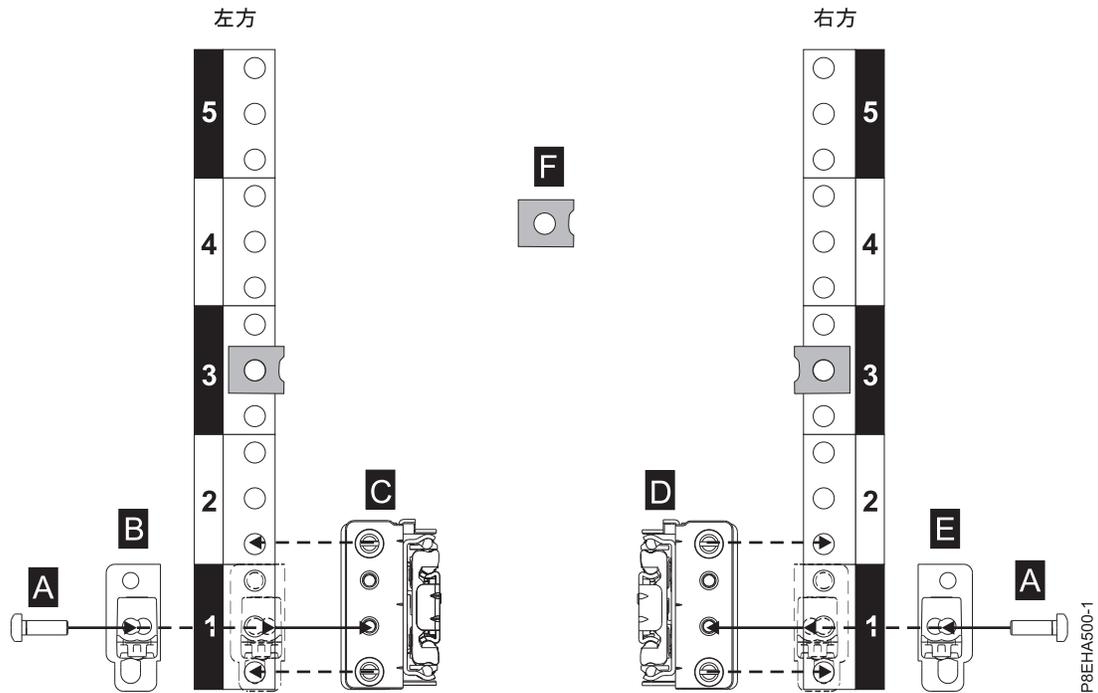

図 4. ラックの前面でのスライド・レールの取り付け
3. ラックの前面に立ち、5 ページの図 4 に示すように、左スライド・レール (C) を、左側の前面と背面のラック EIA 取り付け標準の間に置きます。
6. 図 4 に示すように、スラム・ラッチ・ブラケット (B) を、スライド・レールの前面 EIA スペースを覆うように置きます。
7. T25 六角工具を使用して、図 4 に示すように 1 個の M5 X 16 mm Torx ソケットなべ頭ねじ (A) を EIA ラック単位の中央の穴 (1b) に入れて、スラム・ラッチ・ブラケットを前面レール・フランジに固定します。
8. 図 4 に示すように、右スライド・レール (D) に対してステップ 2 (4 ページ) からステップ 7 までを繰り返します。右スライド・レールには、内側の前面位置に R の ID が刻印されています。
9. 2 つのナット・クリップ (F) を、図 4 に示すように、左右両方の前面垂直 EIA 標準の相対 EIA 位置 3b に取り付けます。